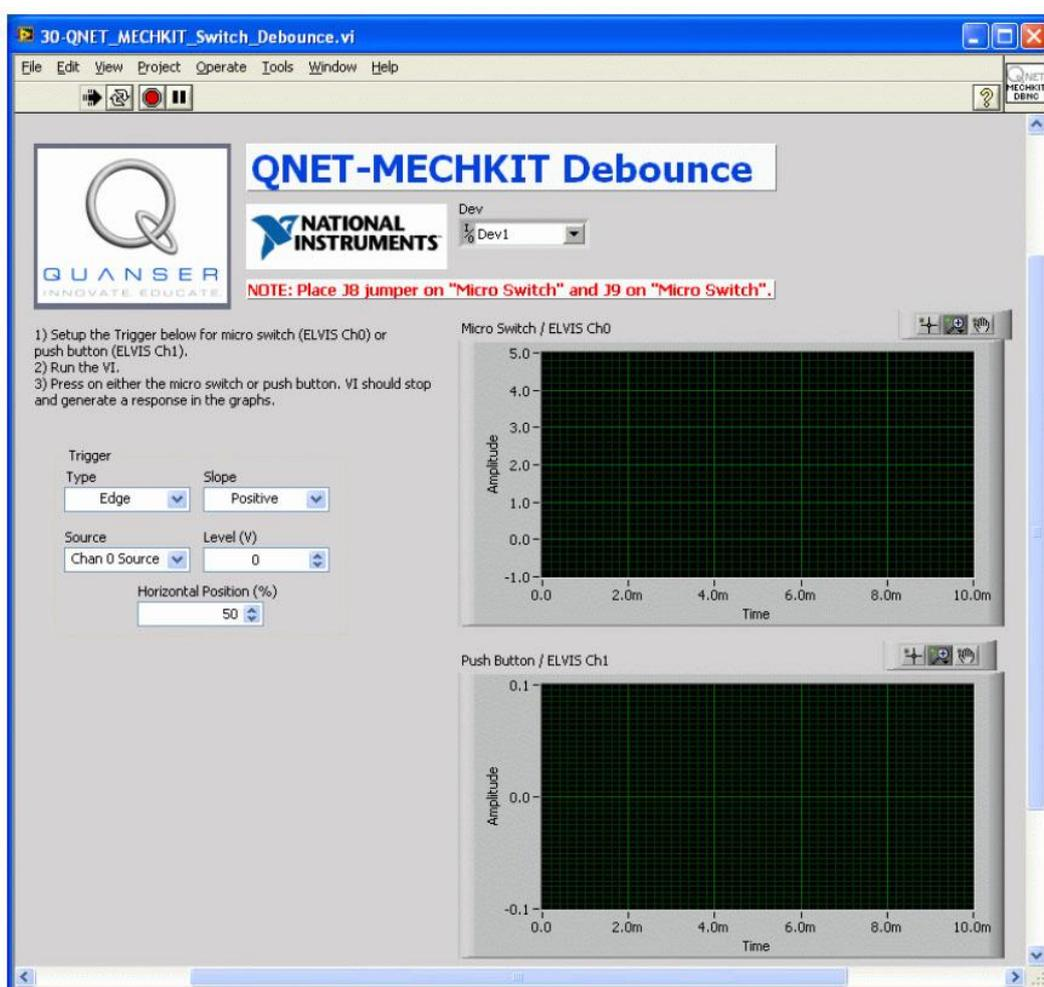

Рис. 66. VI, предназначенный для исследования дребезга микровыключателя и кнопки
1. VI QNET_MECHKIT_Debounce (рисунок 66) имеет те же функциональные возможности, что и средства VI Oscilloscope, которые использовались в параграфе 4.12.1. Режим запуска этого VI уже настроен, и он не работает в режиме непрерывного сбора данных, как осциллограф.
1. Запустите VI QNET_МЕСНКИТ_Debounce (рисунок 66).